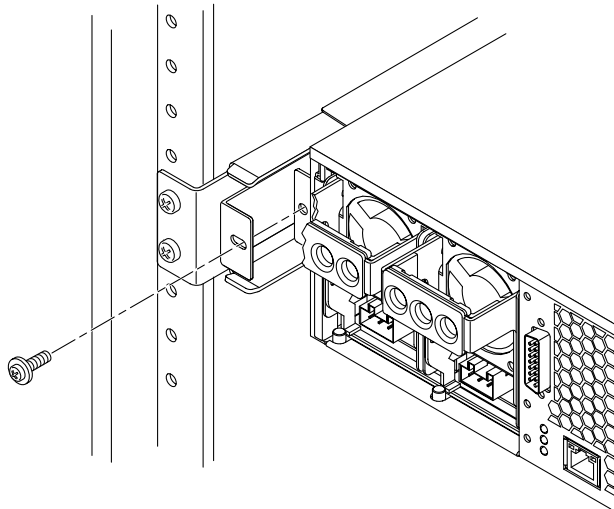

FIGURA 3-21 Fijación de la parte posterior del servidor a las acanaladuras posteriores
16. Vuelva a empujar el servidor hasta que descansa a ras contra las acanaladuras posteriores; use después un tornillo SEM M5 × 10 para cada acanaladura posterior para fijar la parte trasera del servidor a las acanaladuras posteriores (FIGURA 3-21).